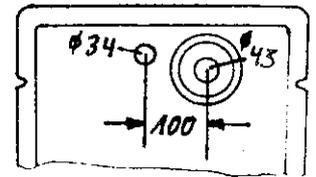

Abb. 51
1. Kleines Luftloch in Schraubdeckel auf Spülwasserbehälter Abb. 51 aufbohren auf 43 mm  $\phi$  und beigegebenes Lufteinlaßventil aus weißem Kunststoff (mit Schwimmerkugel) montieren.
2. In Spülwasserbehälter IS../771 laut Draufsicht-Skizze in Abb. 51 Bohrung mit 34 mm  $\phi$  in ca. 110 mm Abstand von Mitte Schraubdeckel bohren.
3. Wasserabsaugrohr mit Wanddurchgangverschraubung laut Schnittbild-Skizze Abb. 51 in Bohrung 34 mm  $\phi$  montieren.